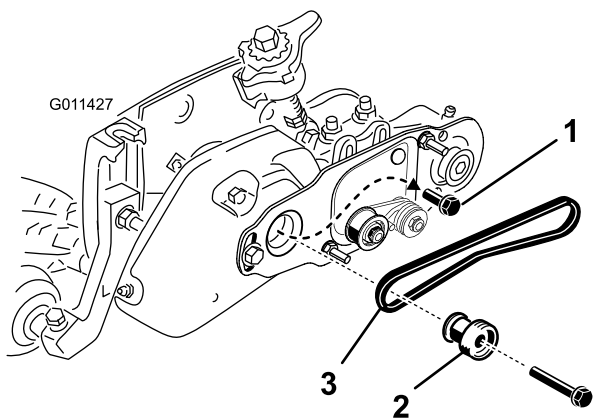

Figura 31
42. Retire o parafuso que fixa a polia do rastelo ao eixo da transmissão (Figura 31).
43. Introduza a polia de transmissão da escova na polia de transmissão do rastelo e no eixo da transmissão (Figura 31). Certifique-se de que as patilhas da polia estão posicionadas na ranhura do eixo da transmissão.
44. Aplique Loctite nas estrias do perno com cabeça de flange de 3/8 x 2 pol. Fixe a polia da transmissão ao eixo com o perno com cabeça de flange (Figura 31). Aperte o parafuso a 46,1–54,2 Nm.